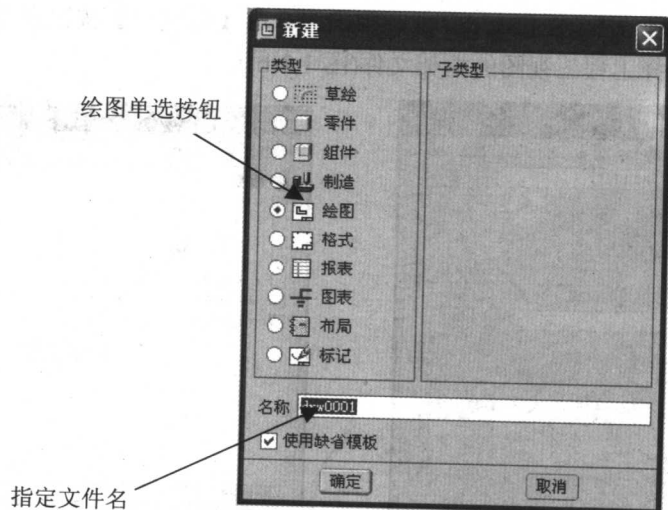

图 1.1 【新建】对话框
- (1) 选择【文件】|【新建】菜单命令，出现如图 1.1 所示的【新建】对话框。
- (2) 在类型选项组中选择【绘图】单选按钮，并在【名称】后的文本框中输入文件名，单击【确定】按钮，打开【新制图】对话框，用来创建零件或装配件的工程图。